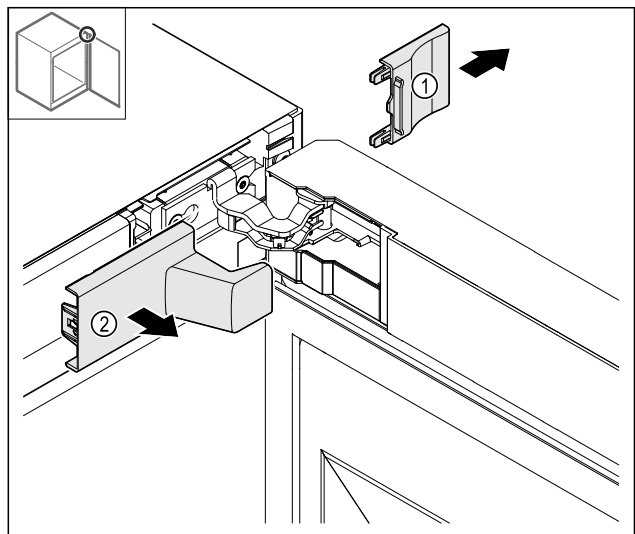

Fig. 8
► Abdeckung Fig. 8 (1) und dann Fig. 8 (2) entfernen.